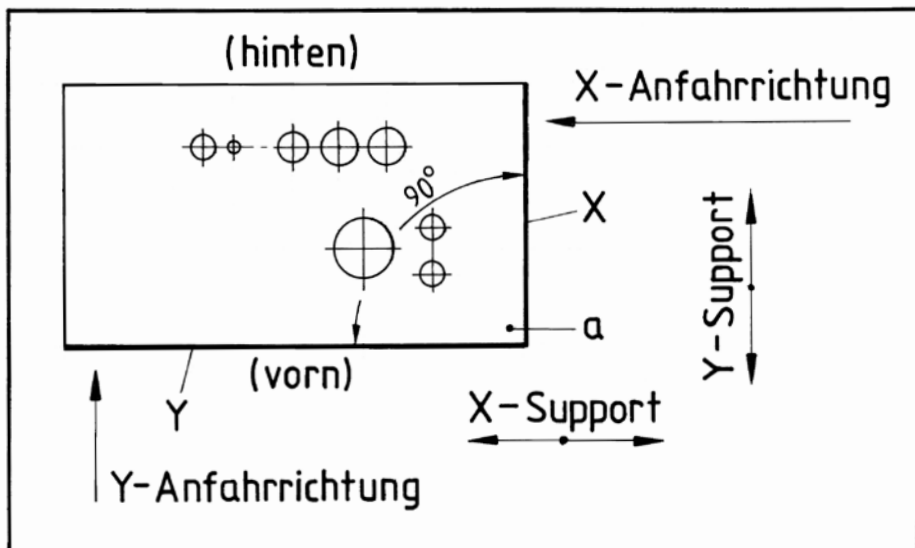

Abbildung 1)
In eine rechteckige Platte nach Abbildung 1 sind Bohrungen einzubringen. Bei Spannung im Maschinenschraubstock soll die obere Fläche die Schraubstockbacken etwas überragen, damit man die „Startkanten“ (X) und (Y) „anfahen“ kann, wie es der Fachmann nennt. Wichtig ist, dass diese beiden Kanten einen Winkel von 90 Grad bilden, gut entgratet sind und auch senkrecht stehen. Bei einer Platte, die ich später noch einmal einspannen will, markiere ich die 90-Grad-Ecke mit einem Körnerschlag (a). Diese Ecke ist stets rechts-unten. Mit dem Anfahren wollen wir die Frässpindel-Mitte exakt über die beiden Kanten (X und Y) richten. Das muss aber in zwei bestimmten, für jeden Support stets gleichen Anfahrrichtungen geschehen. Für die X-Richtung hier von rechts nach links (X-Anfahrrichtung) und in der Y-Richtung von vorn nach hinten (Y-Anfahrrichtung). Alle Bohrwerkzeuge bewegen sich von nun an nur noch in diesen Richtungen auf die Bohrungsmitten zu. Umgekehrt wäre falsch, denn in jedem Tischantrieb (ausgenommen Kugel-Umlaufspindeln, die nur für CNC-Maschinen sinnvoll und nötig sind) ist so genannter toter Gang. Die Größe dieser Bewegungsluft ist für die Genauigkeit der Arbeit völlig bedeutungslos und kein Qualitätsmangel für eine Maschine. Wünschenswert ist nur, dass der tote Gang nicht zu groß ist. Man sollte ihn auch in etwa kennen. Mit einer Ständer-Messuhr ermittelt man, wie viele Zehntelmillimeter „es dauert“, bis sich der Tisch nach einer Drehumkehr der Supportkurbel wieder in die andere Rich-
Bis zur Fertigstellung aller Bohrungen werden die „Nullungen“ der Skalenringe nicht verändert. Beim Anfahren der Bohrungsmitten fährt die Frässpindel zum Beispiel in der X-Richtung immer von rechts nach links. Dass sich der Frästisch dabei strenggenommen von links nach rechts bewegt, übersieht man! Es hat sich bewährt, dass man die Frässpindel, also das Werkzeug, beobachtet. Bei der Y-Richtung bewegt sich das Werkzeug von der Startkante (Y in Abbildung 1) immer von vorn nach hinten.